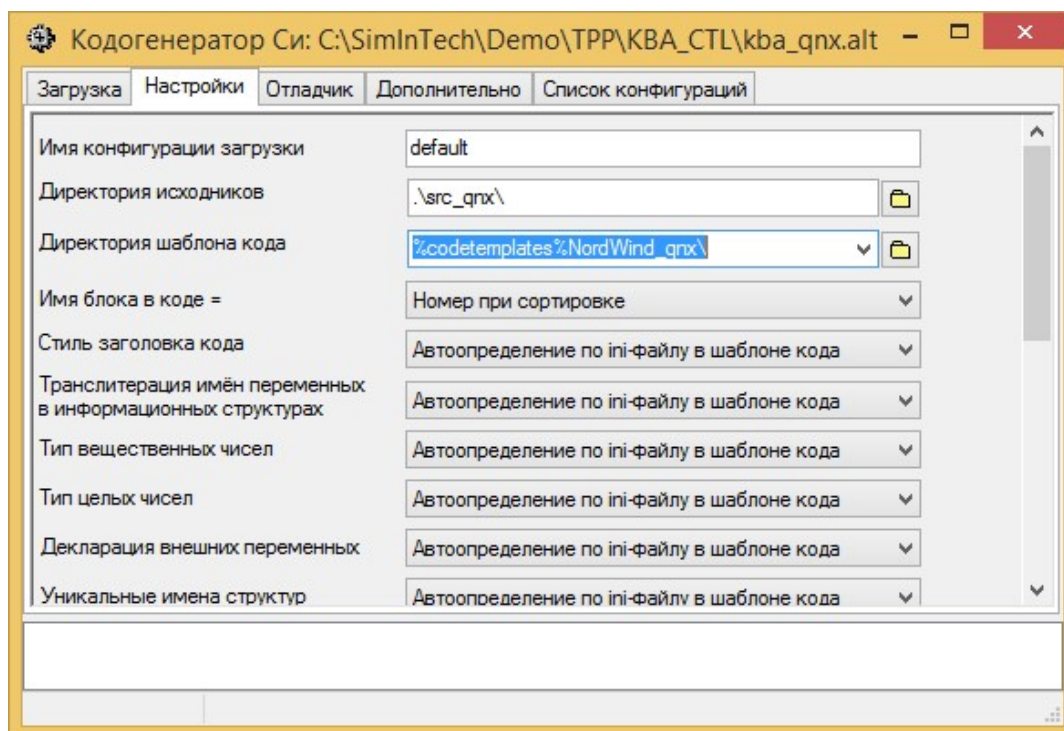

Рисунок 21 – Выбор шаблона для генерации СИ-кода и сборки расчетных модулей для ОС QNX
2. Перейдем во вкладку "**Настройки**" и выберем шаблон для генерации СИ-кода и сборки расчетных модулей в зависимости от ОС инсталлированной на контроллере (Рисунок 21).